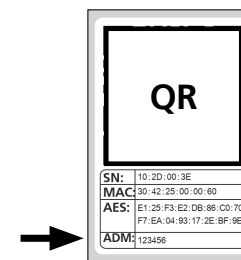

Fig. 3
- Recibirá un mensaje que le pedirá escanear con la cámara de su smartphone el código QR del cilindro que se adjunta. El código QR se encuentra en el adhesivo que acompaña al embalaje (Fig. 3).
! Atención: Con el juego se adjuntan dos adhesivos con códigos QR para el cilindro y el teclado. Podrá identificar el código QR necesario para el cilindro junto al código de seguridad, en la parte inferior del adhesivo, indicado como «ADM» (Fig. 3).